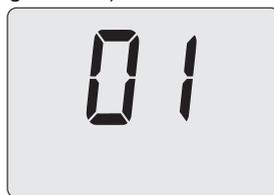

Figura 7.11
- Pulsando el botón 17 (Figura 7.2), el display LCD muestra el valor del parámetro P06 (Figura 7.11).